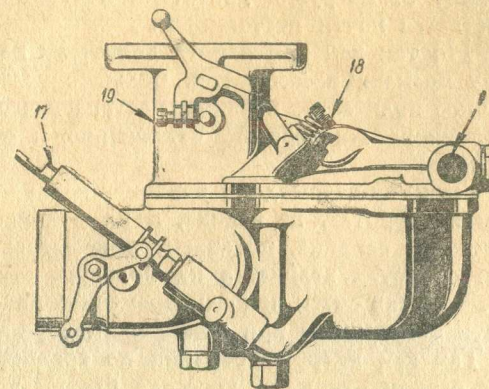

Рис. 15. Карбюратор.
Карбюратор. На двигателе ГАЗ установлен карбюратор типа ГАЗ-ЗЕНИТ производства Ленинградского или Куйбышевского карбюраторных заводов (рис. 15 и 16).
Принцип действия карбюратора заключается в следующем: (см. рис. 15 и 16). Бензин, через отверстие (1), фильтр (2) и клапан подачи топлива (3) наполняет поплавковую камеру (4).